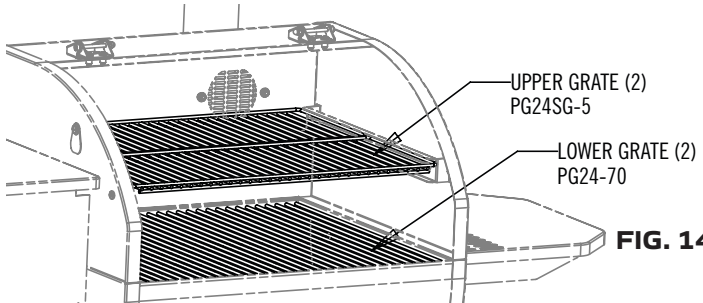

FIG. 14
1. Placer la grille de cuisson et la grille facultative de conservation au chaud comme indiqué à la Fig. 14.